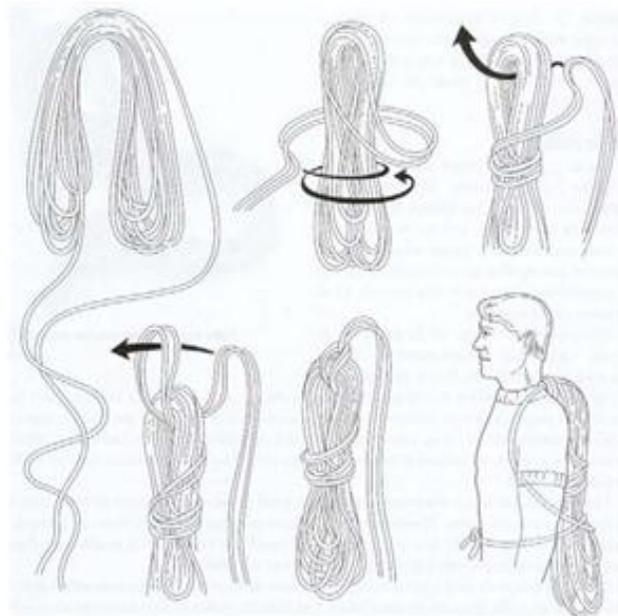

Figura 4. Técnica de mariposa para recoger la cuerda
- ③ Plegado de una cuerda: El método tradicional de enrollar una cuerda en un gran lazo que puede llevarse sobre el hombro introduce rizos en la cuerda. La técnica de mariposa (ver figura 4), no riza la cuerda y resulta mucho más rápida si comienzas con los dos extremos en la mano y trabajas hacia el centro. La pega es que tienes que amontonar bien la cuerda antes de empezar a escalar. Si comienzas la mariposa desde un solo extremo, estará lista para escalar nada más desenrollarla.